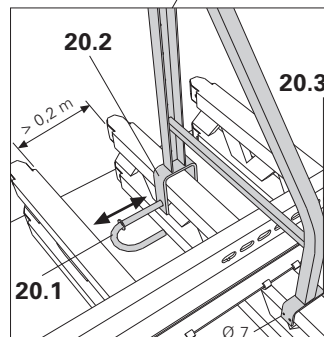

Fig. B2.02.1
- (Fig. B2.02.1)
3. A l'aide de Torx 6 x 40 (21.1), fixer le plateau (21) par le-dessous sur toute la largeur de la console.
4. Monter la protection latérale (22), y compris la plinthe bois et une sécurité antichute latérale.